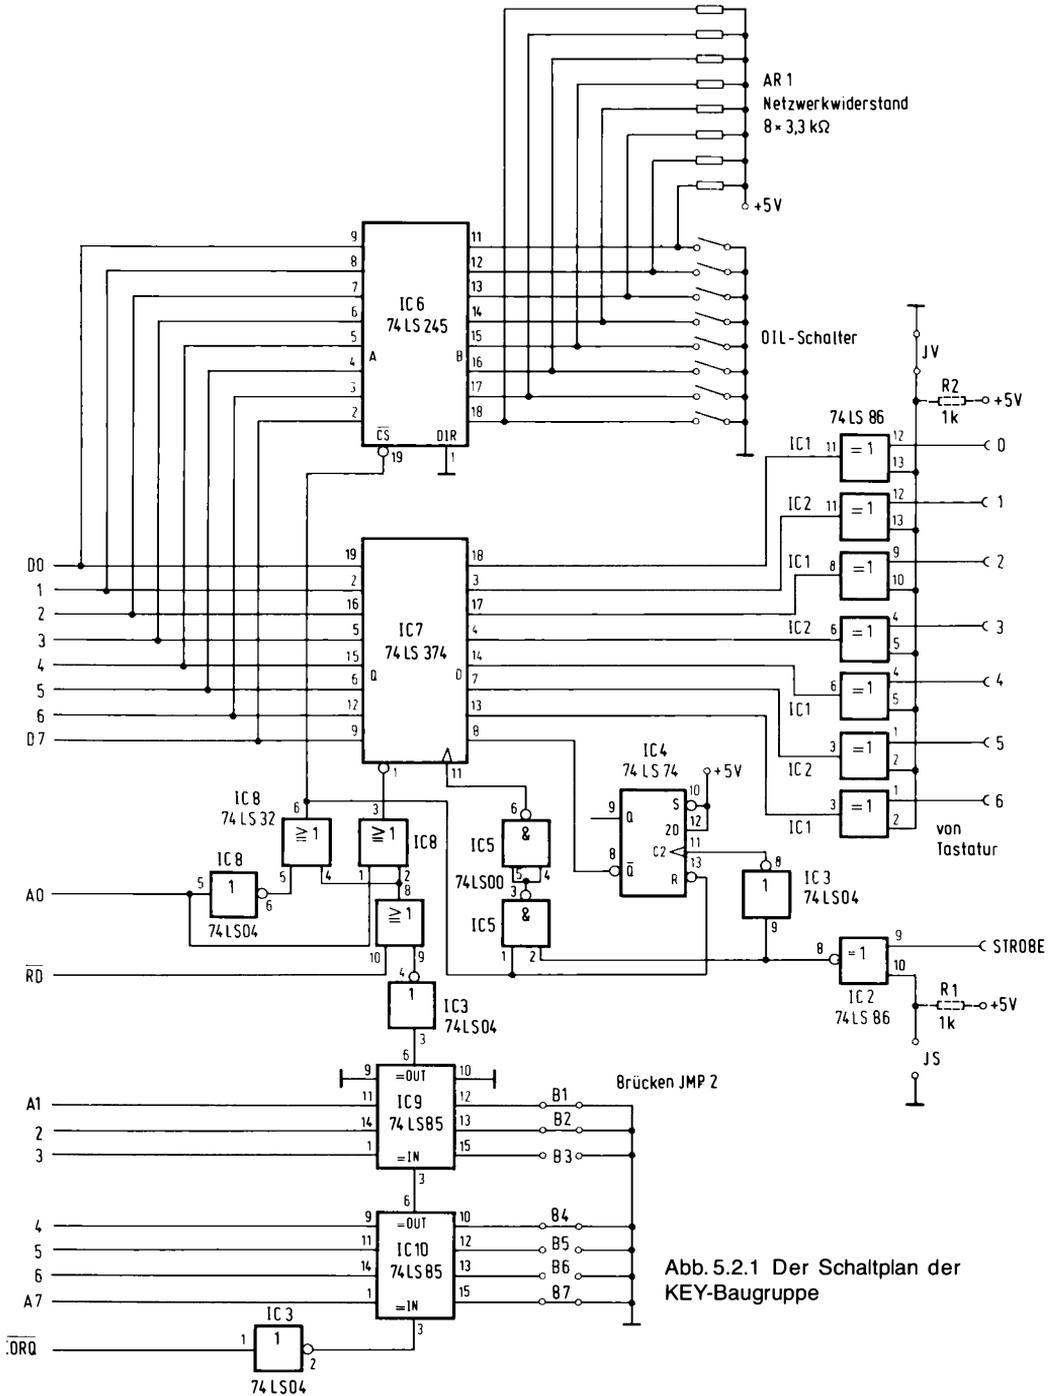
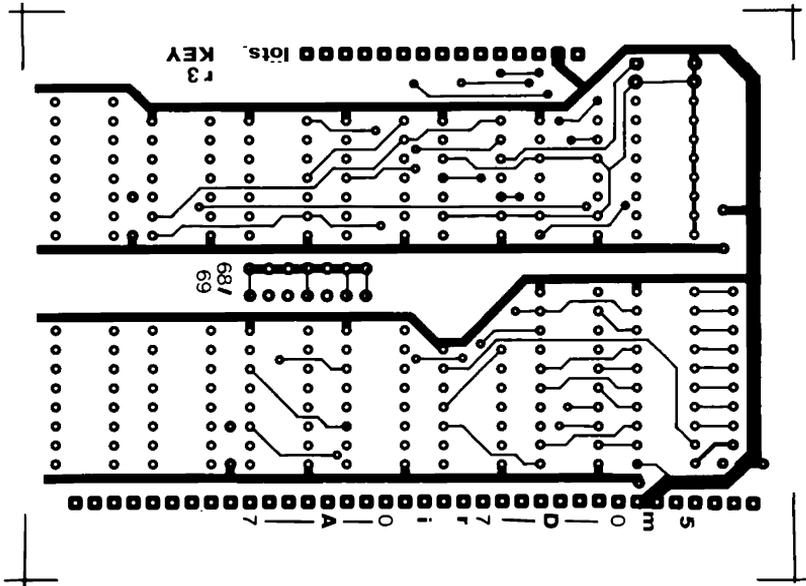

Abb. 5.2.1 Der Schaltplan der KEY-Baugruppe
Abb. 5.2.2 Die Lötseite der Leiterplatte KEY
*Abb. 5.2.1* zeigt den Schaltplan, *Tabelle 5.2.1* die Stückliste und *Abb. 5.2.2* die Lötseite,